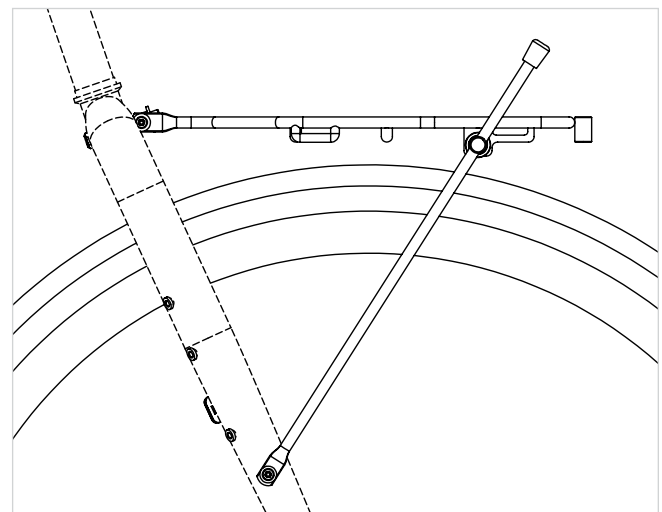

図 3
- 適切な取り付けにはミニマリストラックのデッキ部分が地面に対して平行に設置されなければいけません(図3)。
- タイヤもしくはフェンダーの一番高い部分とサルサミニマリストラックのデッキ部分に最低19mmの間隔が必要です(図3)。
4. ラックが水平であるか、そしてタイヤもしくはフェンダーとラックの間に十分な間隔があるかを確認して下さい(図3)。